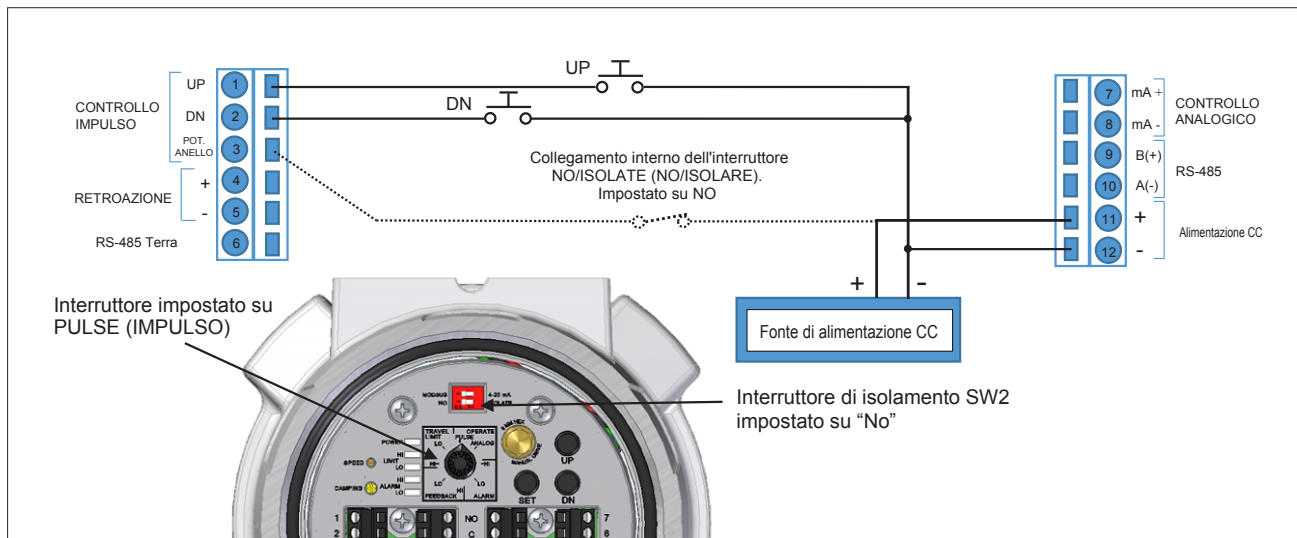

Figura 4 Controllo degli ingressi a impulsi non isolati utilizzando l'alimentazione comune per l'alimentazione ad anello di controllo degli impulsi
SW2, **NO (NA)**: Il circuito di ingresso del controllo a impulsi è collegato all'alimentazione CC che fornisce l'alimentazione all'unità. Non è richiesta l'alimentazione ad anello esterna di controllo. Un lato degli interruttori di comando deve essere collegato al collegamento dell'alimentazione elettrica -. (Vedi figura 4).